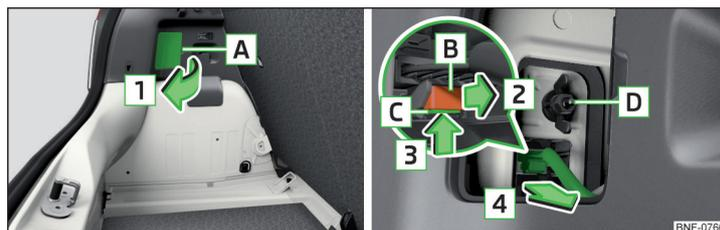

Fig. 179 Desmontar la lámpara / Quitar el conector
- Levante el tapacubos en el área **A** en el sentido de la flecha **1** » fig. 179.
- Atornille y fije la tuerca plástica **D** » fig. 179.